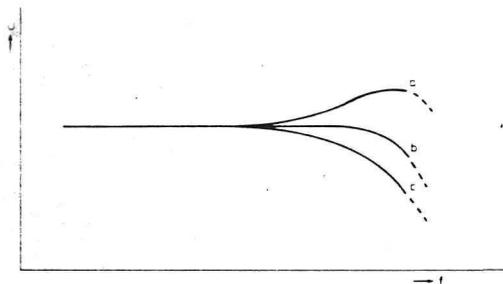

Fig. 18
- Bei Frequenzen höher als 6300 Hz soll der Frequenzgang ungefähr der in Abb. 18 gezeigten Kennlinie b entsprechen. Die Hinterbandverzerrung soll ≤ 3 % bei 1 kHz (100 % Modulation) sein.
Sind die hohen Frequenzen zu stark (Abb. 18 a) und/oder ist Verzerrung hörbar, so ist der Vormagnetisierungsstrom zu niedrig.